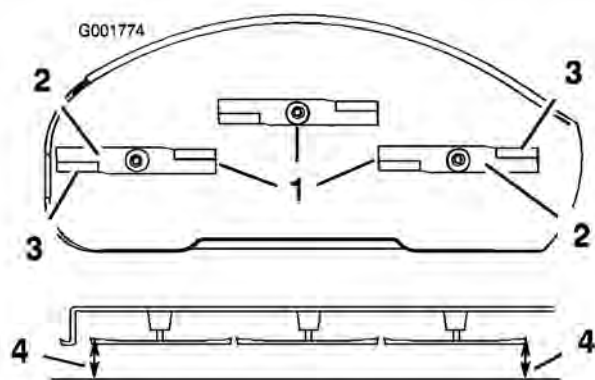

Figure 41
- Tournez prudemment les lames pour qu'elles soient parallèles dans le sens transversal (Figure 41). Mesurez la distance entre les tranchants extérieurs et le sol plat (Figure 41). Si les deux mesures diffèrent de plus de 5 mm (3/16 pouce), un réglage s'impose. Poursuivez la procédure.